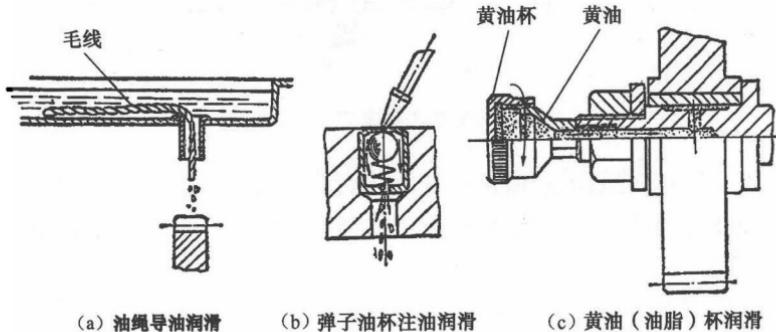

图 1-4 润滑的几种方式
(2) 溅油润滑。通常用于密封的箱体中，如车床的车头箱，它利用齿轮转动把润滑油飞溅到油槽中，然后输送到各处进行润滑。
(3) 油绳导油润滑。通常用于车床的走刀箱和拖板箱的油池中，它利用毛线吸油和渗油的能力，把机油慢慢地引到所需要的润滑处，见图 1-4 (a)。
(4) 弹子油杯注油润滑。通常用于尾座和中、小拖板手柄转动的轴承处。注油时，以油嘴把弹子掀下，滴入润滑油，见图 1-4 (b)。使用弹子油杯的目的，是为了防尘防屑。
(5) 黄油（油脂）杯润滑。通常用于车床挂轮架的中间轴。使用时，先在黄油杯中装满工业油脂，当拧进油杯盖时，油脂就挤进轴承套内，比加机油方便，见图 1-4 (c)。使用油脂润滑的另一特点是：存油期长，不需要每天加油。
(6) 油泵输油润滑。通常用于转速高，润滑油需要量大的机构中，如车床的车头箱一般都采用油泵输油润滑。